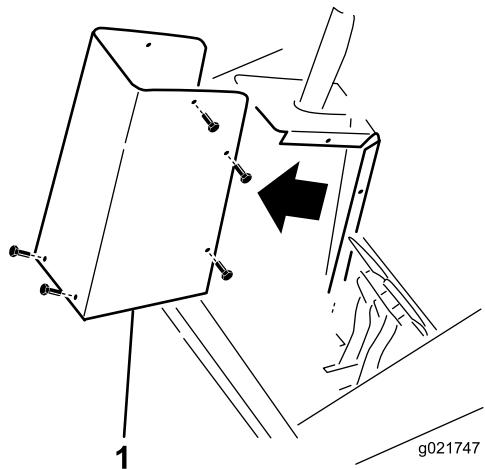

Figura 1
- Retire a cobertura da torre da torre da direcção (Figura 1).